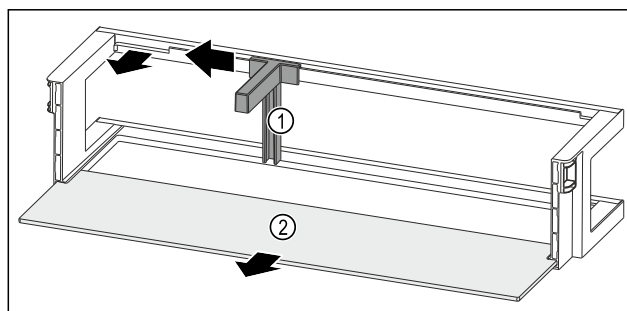

Fig. 214 Дверная полка с держателем для бутылок и съемной полкой
- ▶ Сместите держатель для бутылок Fig. 214 (1) до выемки в сторону.
- ▶ Извлеките держатель для бутылок Fig. 214 (1).
- ▶ Извлеките съемную полку Fig. 214 (2).